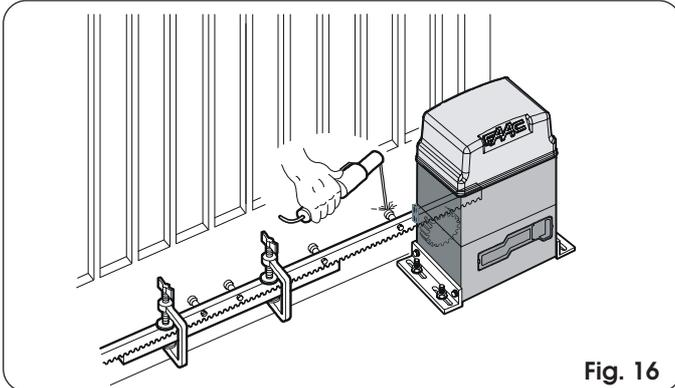

Fig. 16
- 5) Approcher un autre élément de la crémaillère de l'élément précédent en utilisant, pour mettre en phase la denture des deux éléments, un élément de la crémaillère d'après la Fig. 16.
- 4) Approcher un autre élément de la crémaillère de l'élément précédent en utilisant, pour mettre en phase la denture des deux éléments, un élément de la crémaillère d'après la Fig. 16.